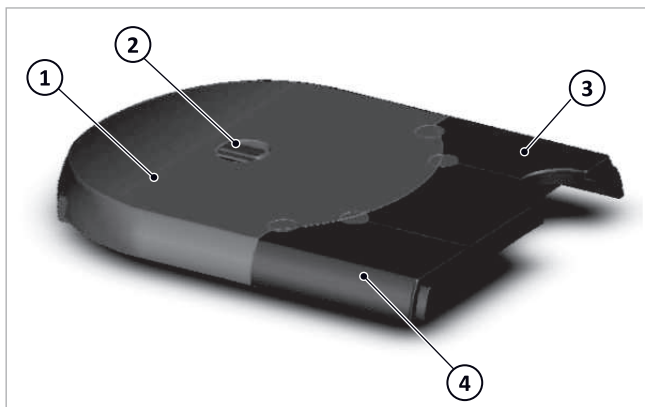

Fig. 65: Isolamento superiore SolvisBen
1. Gli isolamenti superiori della WWS → fig. 65 (4) e HKS → fig. 65 (3) devono essere montati inserendoli dall'alto.
2. Prendere l'isolamento del contenitore → fig. 65 (1) e rimuovere delicatamente con un coltello affilato i quattro espansi della WWS (5) facendo leva sulle scanalature (6).
4. Posizionare l'isolamento del contenitore → Fig. 65 (1) sopra al contenitore.
- laterali a sinistra e a destra (1)
- centrale posteriore (2)
- centrale anteriore (3)
6. Posizionare l'isolamento superiore della HKS → fig. 65 (3).
7. Per ridurre al minimo per perdite di calore, montare l'isolamento della tubazione (1) insieme all'isolamento superiore.
1. Posizionare l'isolamento superiore assemblato → Fig. 65 (1+2+3+4) completo sul contenitore.